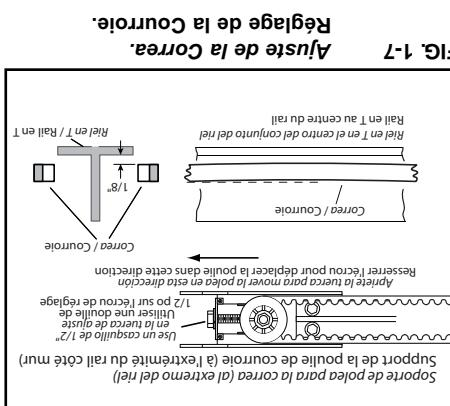

FIG. 1-7 Ajuste de la Corroie.
- Reserrer la chaîne jusqu'à ce que la chaîne soit 1/8 po au-dessus de la base du rail au milieu du rail (Fig. 1-7).
3. Apriete la correa hasta que esté a 1/8 in (0.32 cm) aproximadamente a la base del riel (Fig. 1-7).
2. Apriete la correa girando la tuerca de ajuste de la caja en dirección a la derecha. La tuerca de ajuste de la correa está localizada al lado opuesto de la caja de motor en el otro extremo del riel (Fig. 1-7).